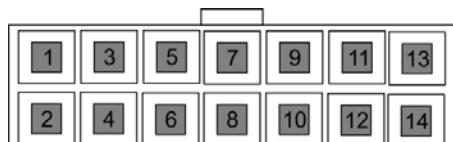
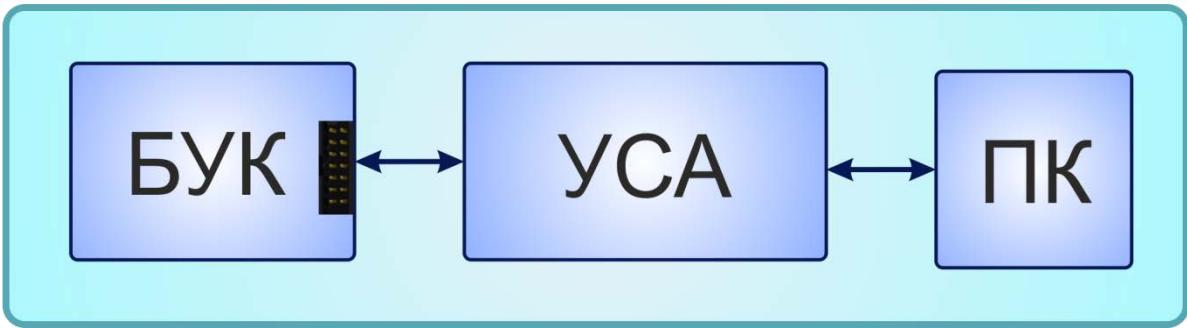

Рисунок 7 – Разъем кабеля
Рисунок 8 – Схема подключения УСА к ПК через 14-тиконтактный разъем
2. Подключить БУК к ПК. Подключение прибора осуществляется посредством 14-ти контактного разъема (рис. 7), расположенного внутри изделия. Для подключения устройства к ПК вам необходим универсальный сервисный адаптер (УСА), выпускаемый нашим предприятием (в таком случае заказывайте с адаптером универсальный кабель – УСА-сумматор 14-тиконтактный) (рис. 8). Также можно использовать любой преобразователь (подключение через 15 контактную клеммную колодку рис. 9-10), в том числе и УСА, с интерфейсом RS-232 или RS-485 в зависимости от вида интерфейса БУК, но в этом случае вам понадобится внешний источник питания.